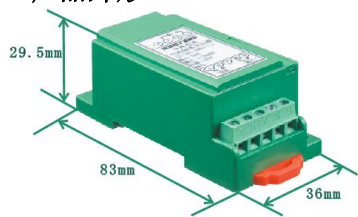
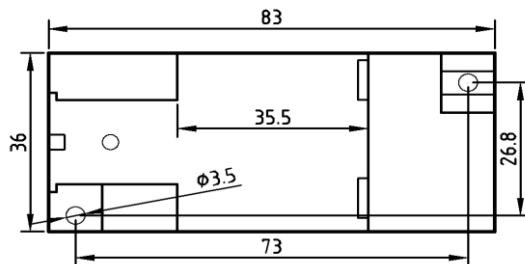

图1 MS1型外形
图6 安装尺寸图
- ① 把变送器固定卡槽一侧勾在安装导轨上;
- ② 向下牵动弹簧销(如图1底端的红色弹簧销);
- ③ 使变送器卡口套在安装导轨上;
- ④ 松开弹簧销, 变送器即卡在安装导轨上。
- ① 按图 6 中的螺孔位置在固定板上攻丝 M3 螺钉孔;
- ② 使用 M3 的螺钉拧入螺钉孔中固定。